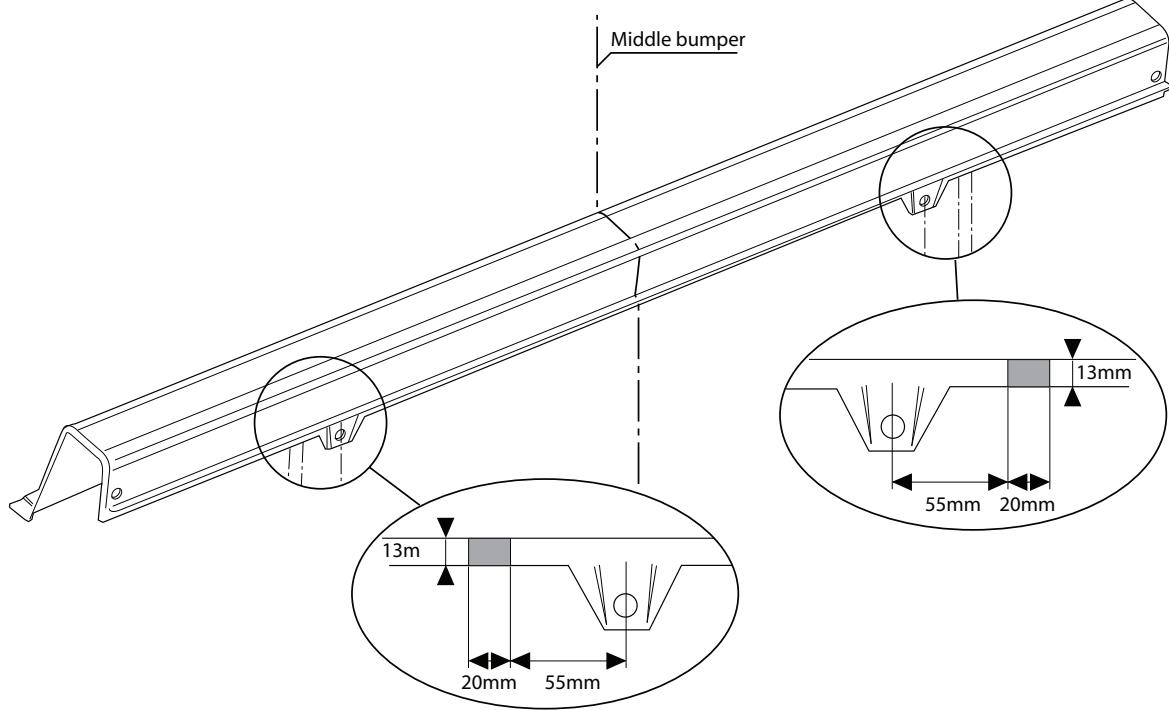

Fig.3
13. Saw out the portions as indicated in fig. 3.
13. Scier les parties indiquées conformément à la figure 3.
13. Såga ut delarna enligt fig. 3.